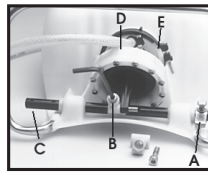

Figure 1
1. En utilisant une clé à douilles de 13 mm, retirez les boulons de la poignée, desserrez la plaque de butée (A) et retirez les deux vis à tête Allen (B) qui maintiennent les pièces de branchement à la tige de pompage (Figure 1).